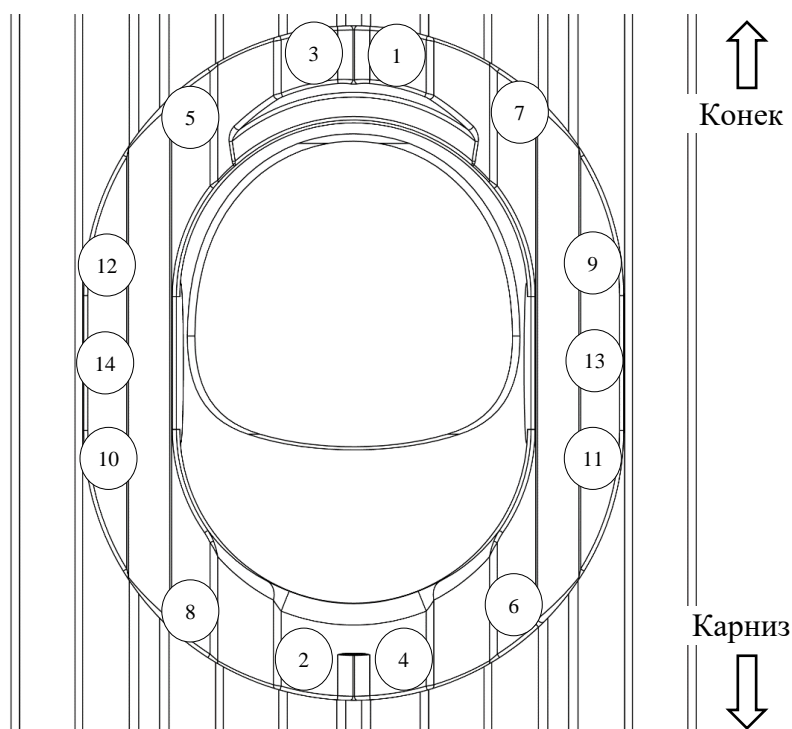

Рис. 28
4. Установить проходной элемент на кровлю и закрепить подходящими для данного типа кровли самонарезающими винтами в последовательности, показанной на рис.28. При этом необходимо следить за тем, чтобы все самонарезающие винты заворачивались в деревянные конструкции кровли. При необходимости участок кровли, на котором будет установлен проходной элемент, следует подготовить (усилить).